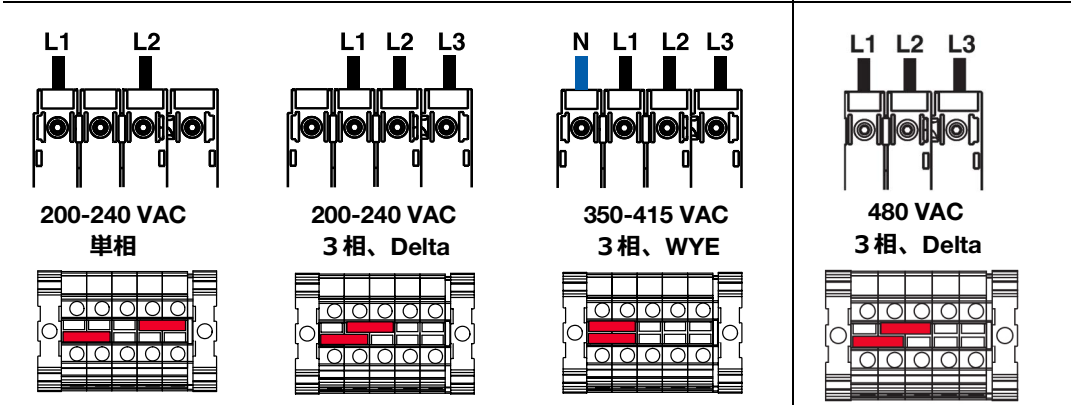

図 1: 端子ジャンパーおよび位置
4. 接地線を接地端子 (GT) に接続します。
5. 電源コードを図のように接続します (図 1 : 端子ジャンパーおよび位置)。すべての接続部分を、適切に固定されているか確認するため、そっと引っ張ります。